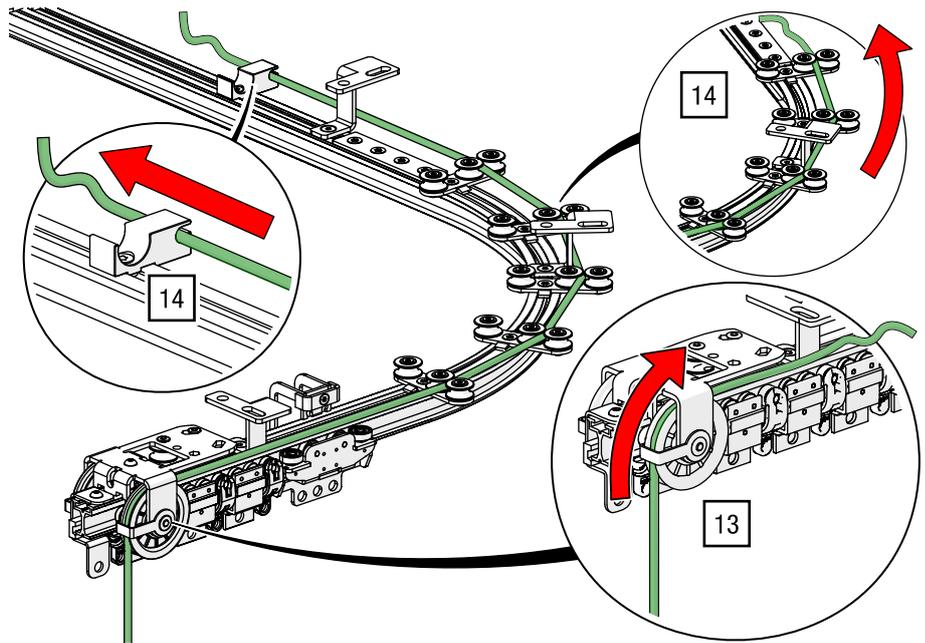

Abb. 95: Obenliegende Seilführung – Seil durch Ableitrolle und Seilführung führen
13. Fädeln Sie das Seil durch die Ableitrolle nach oben (siehe Abb. 95).
14. Führen Sie das Seil am ersten Zugwagen vorbei durch die Seilführung (siehe Abb. 95).